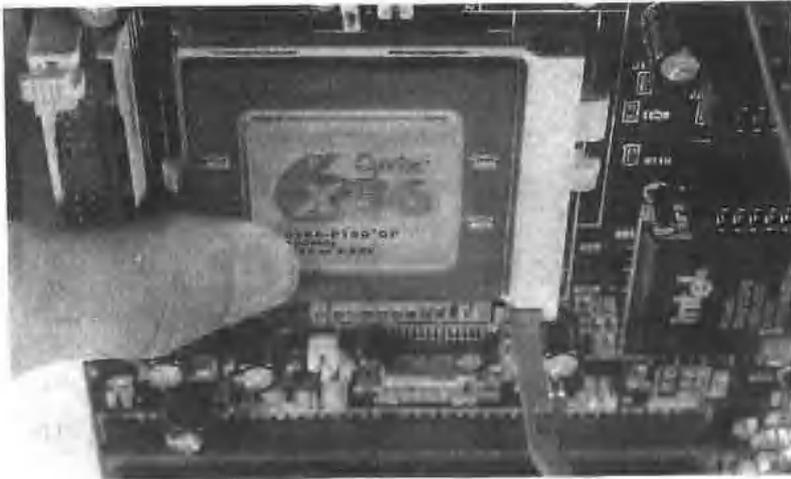

图 1-12
5. 把 CPU 轻轻的放到 ZIF 插座中,然后用手指轻轻地压压,看 CPU 是否已经平整地插入了插座(如图 1-12)。